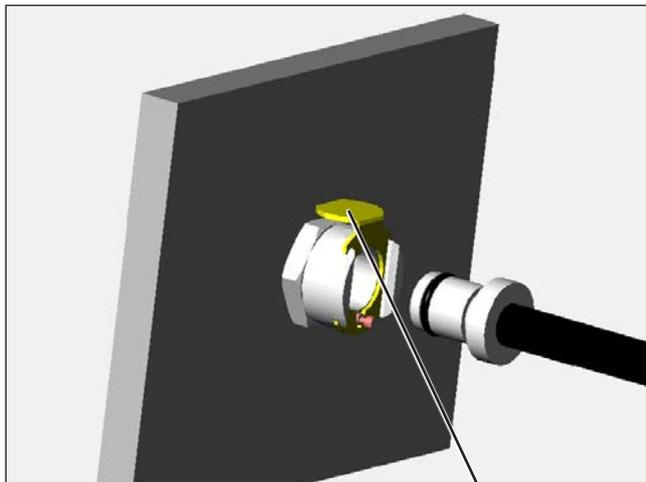

Bild 6.
- Druckluftschlauch wird mit den Steckanschlüssen verbunden; dabei muss der Steckansatz einrasten. Zum Lösen des Schlauches wird der Auslöseschieber (①, Bild 6) am Steckanschluss gedrückt und der Ansatz herausgezogen.